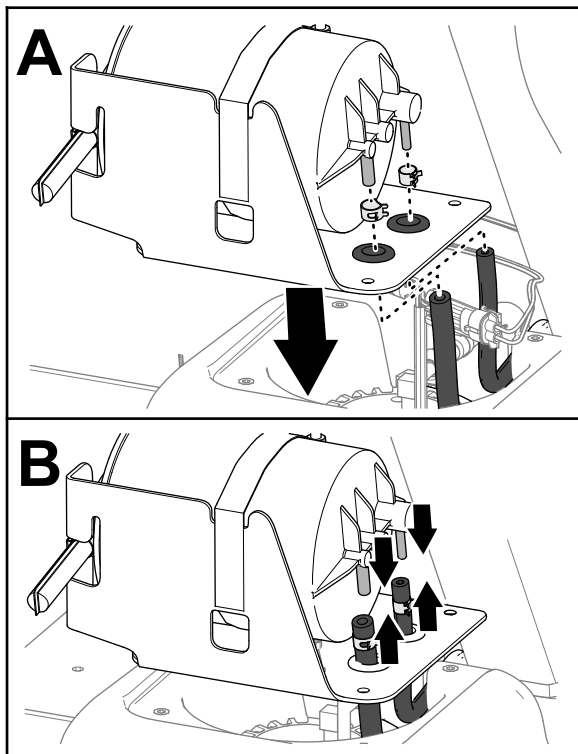

Bild 90
5. Fluchten Sie die Löcher in der Halterung für Aktivkohlefilter mit den Löchern im Kraftstofftank aus (**Bild 90**).
1. Richten Sie die Schläuche des Kraftstofftanks durch die Tüllen der Halterung für den Aktivkohlefilter aus (**Bild 90**).
2. Bringen Sie die Schlauchklemmen an den Schläuchen an (**Bild 90**).
3. Montieren Sie die Schläuche auf die Anschlussstücke des Aktivkohlefilters (**Bild 90**).